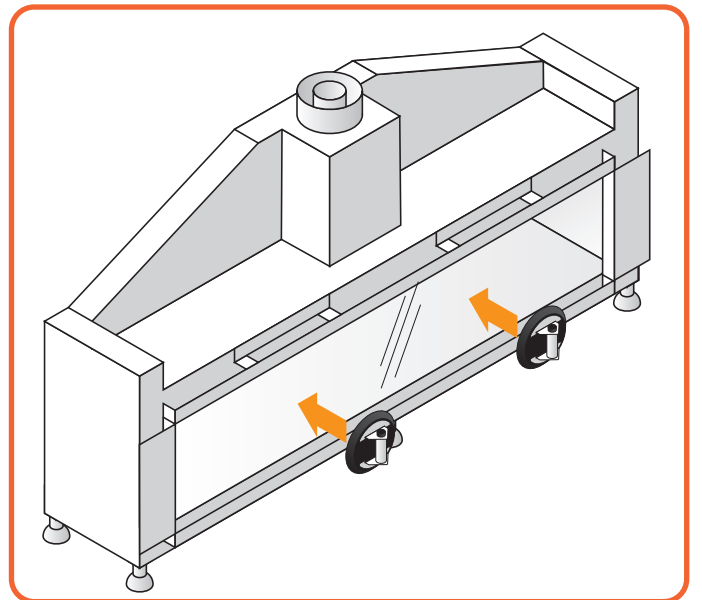

Abbildung 10.5 - Anlegen der Saugnäpfe
- Setzen Sie den Saugnapf auf die Scheibe und vergewissern Sie sich, dass er sich fest angesogen hat und sich nicht löst (**Abbildung 10.5**).